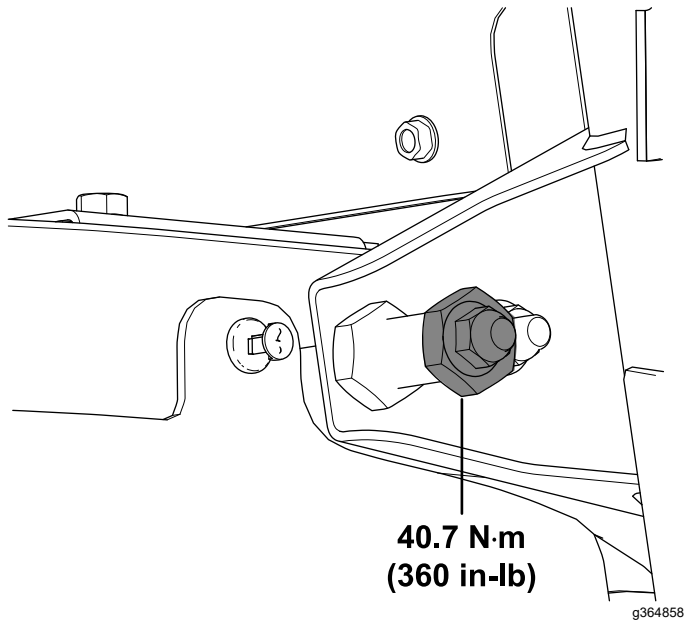

Figura 71
31. Apriete la contratuerca ($\frac{3}{8}$ " a 40.7 N·m (360 pulgadas-libra), como se muestra en la Figura 71.